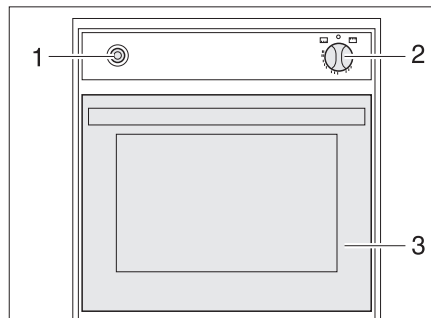

Fig. 216 Four à gaz (Spinflo)
- Ouvrir entièrement le portillon du four (Fig. 216,3).
- Enfoncer légèrement le bouton tournant (Fig. 216,2) et le placer sur "🔥" (four) ou "GRILL" (grill).
- Enfoncer le bouton tournant (Fig. 216,2) et le maintenir enfoncé pendant 5 à 10 secondes. Le gaz s'écoule vers le brûleur.
- Appuyer plusieurs fois sur l'interrupteur d'allumage (Fig. 216,1) jusqu'à ce que la flamme se consume.
- Tourner le bouton tournant (Fig. 216,2) sur "O". La flamme s'éteint.